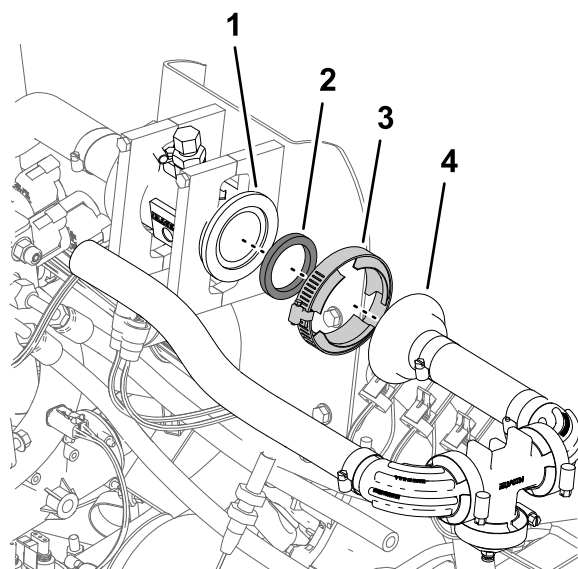

Рисунок 91
2. Затяните фланцевый хомут от руки (Рисунок 91).